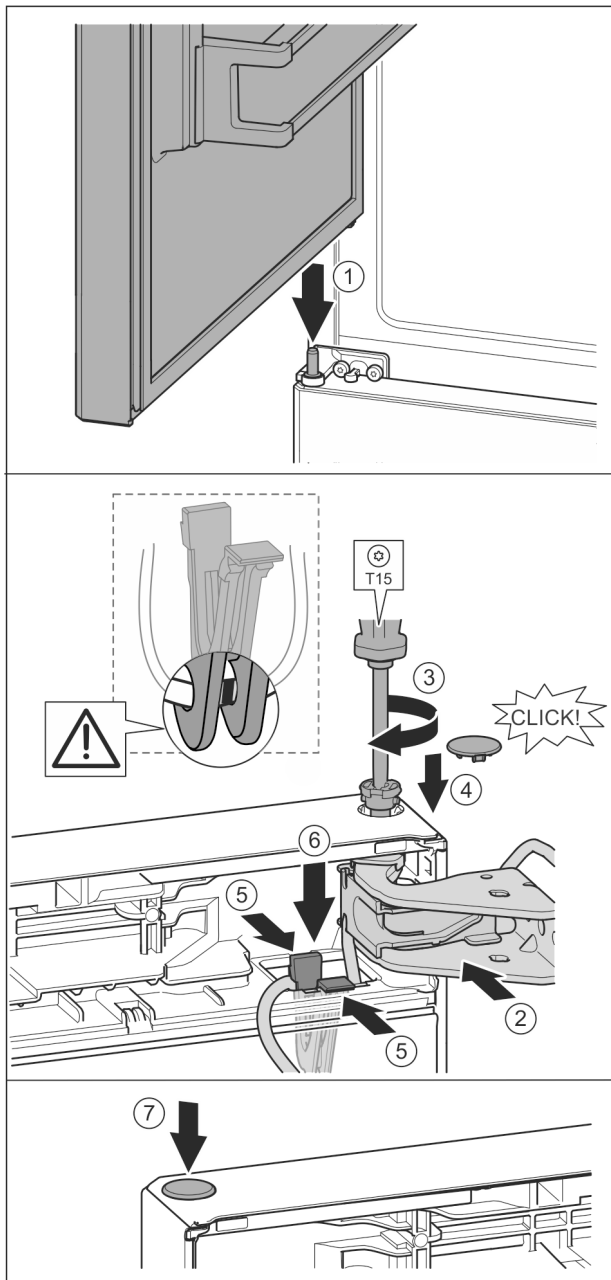

Fig. 36
- ▶ Horní dveře usadte na prostředním ložiskovém čepu *Fig. 36 (1)*
- ▶ Dveře nahoře vyrovnejte s otvorem ve stojanu ložiska. *Fig. 36 (2)*
- ▶ Vložte čep a pevně jej utáhněte šroubovákem T15. *Fig. 36 (3)*
- ▶ K zajištění dveří namontujte bezpečnostní kryt: Bezpečnostní kryt nasadte a zkontrolujte, zda přiléhá na dveře. V opačném případě čep zcela zasaňte. *Fig. 36 (4)*
- ▶ Držák s upevněným kabelem vložte do otvoru. *Fig. 36 (5)*
- ▶ Tlačte držák dolů, až lamela zapadne. *Fig. 36 (6)*
- ▶ Vložte zátku. *Fig. 36 (7)*